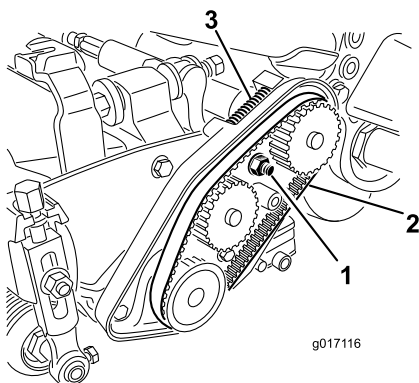

Bild 43
- A. Lösen Sie die Befestigungsmutter des Lagergehäuses (Bild 43).
- C. Entfernen Sie Rückstände aus der Riemenkammer und vom Bereich um die Druckfeder (Bild 43).